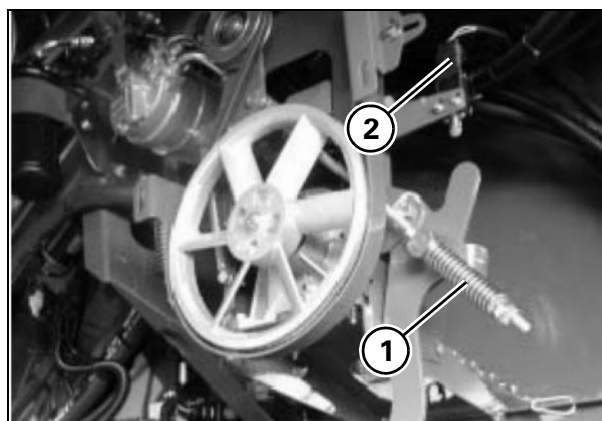

Рис. 23
**Приводной ремень - Рис. 23**